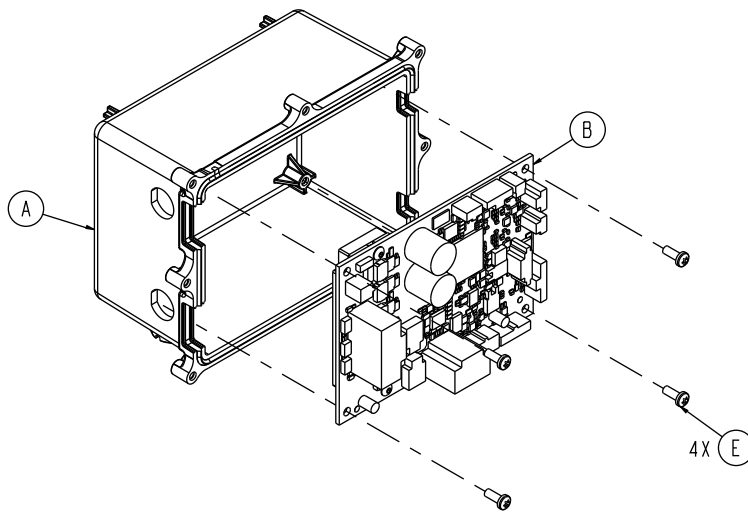

Figure 55 – Retirer les vis de la carte HBC
12. À l'aide d'une clé Torx T20, retirer les quatre vis de taraudage à tête cylindrique (E) qui fixent l'ensemble de boîtier HBC (B) à l'ensemble de boîtier HBC (A) (Figure 55). Jeter la carte HBC.